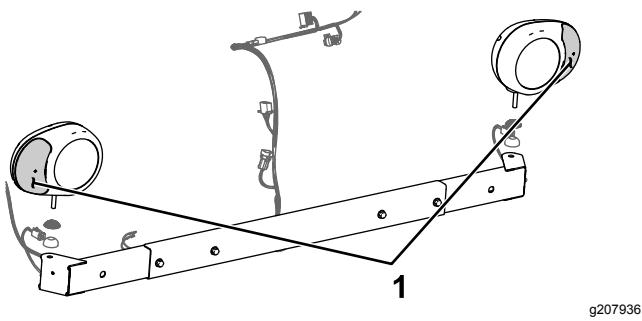

Figure 13
1. Montez les projecteurs de travail gauche et droit, verre orange à l'extérieur, comme montré à la Figure 13.